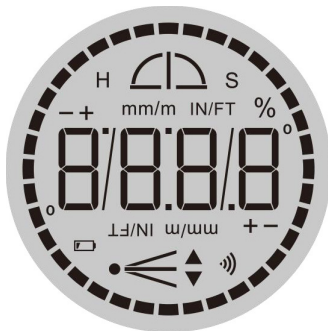

Abbildung 2
- Die 36 LED um das Display (8) imitieren eine physikalische Libelle (Abb. 2). Sobald das Gerät stabil steht, leuchten 18 LED am unteren Rand des Displays (8) auf, um die aktuelle Neigung anzuzeigen.
- Los 36 ledes alrededor de la pantalla (8) imitan un nivel de burbuja físico (Fig. 2). Una vez que el dispositivo esté estable, se encenderán 18 ledes en la parte inferior de la pantalla (8) para determinar la pendiente actual.